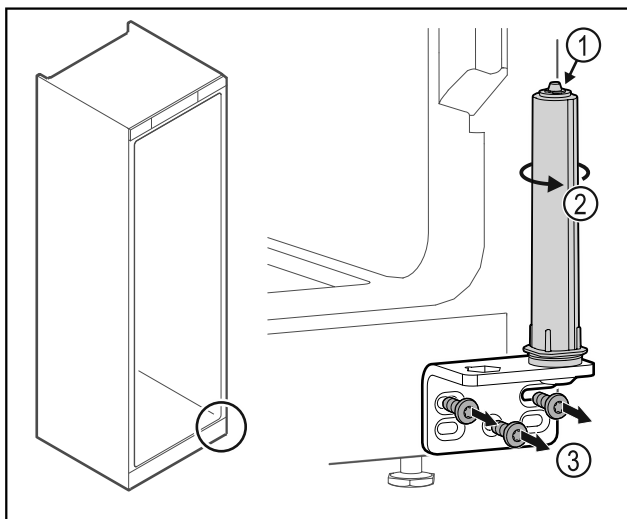

Fig. 37
- ▶ Ne szedje szét az ajtó zárrendszert Fig. 37 (1).
- ▶ Forgassa el a zárrendszert Fig. 37 (2), amíg az be nem kattann.
- ▶ Csavarozza le a csuklópántot Fig. 37 (3).